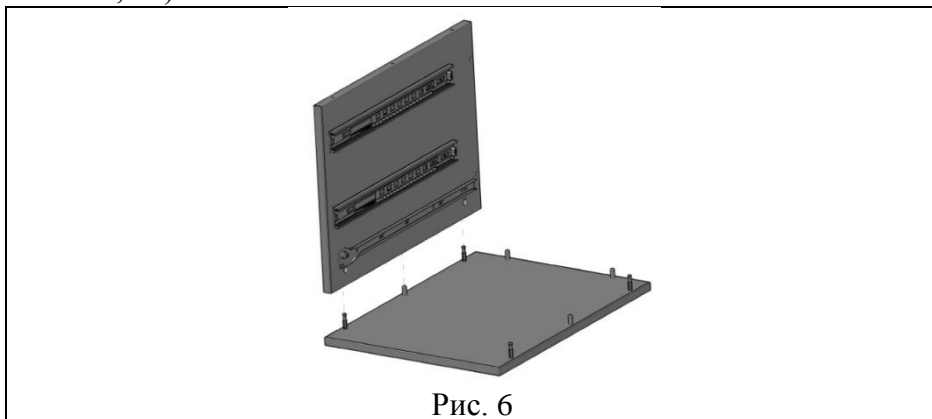
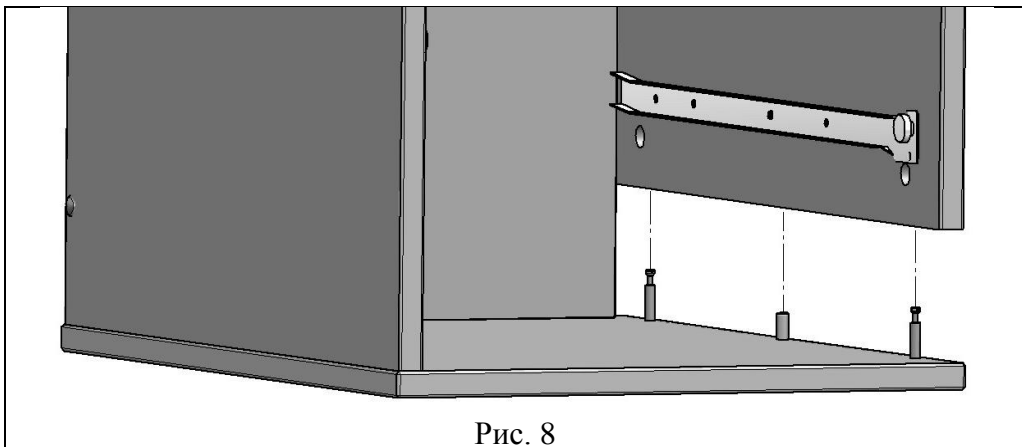

Рис. 6
Рис. 8
4.1.6. На сборку по п. 4.1.1. сверху установить стенку боковую правую с направляющими (сборка по п. 4.1.5) (см. рис. 6). В отверстия стенки боковой правой вставить эксцентрик EC03ZL/18 (поз. 6, пакет №34а) стрелкой в направлении плиты верхней и повернуть эксцентрик по часовой стрелке 180° max. (См. рис. 6а, 6б).
Рис. 6а
Рис. 6б
4.1.8. В сборку по п. 4.1.7. сверху установить стенку боковую левую с направляющими (сборка по п. 4.1.3) (см. рис. 8). В отверстия стенки боковой левой вставить эксцентрик EC03ZL/18 (поз. 6, пакет №34а) (рис. 8а) стрелкой в направлении плиты верхней и повернуть эксцентрик по часовой стрелке 180° max. (См. рис. 6б).
Рис. 8а